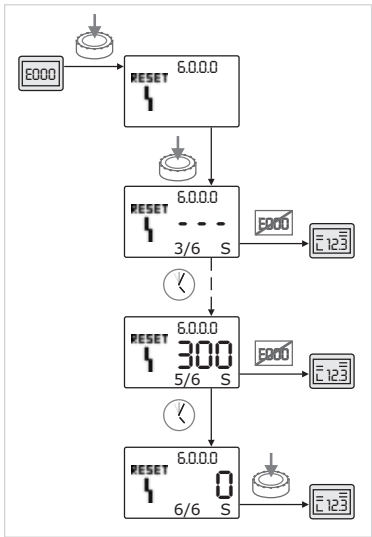

Fig. 62: Confirmar o tipo de avaria C
- Se ocorrerem avarias do tipo C, confirmar da seguinte forma (Fig. 62):